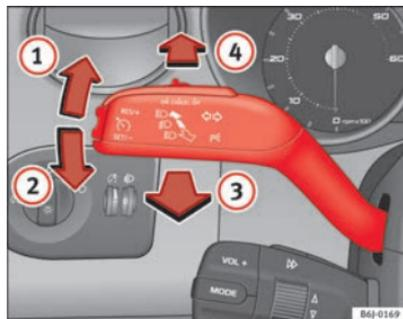

Fig. 60 Palanca de intermitentes y de luz de carretera
- Desplace la palanca hacia arriba hasta el tope ⇒ fig. 60 **1** para encender el intermitente **derecho** o bien hacia abajo **2**, para encender el intermitente **izquierdo**.
- Desplace la palanca hacia adelante ⇒ fig. 60  para encender la luz de carretera.